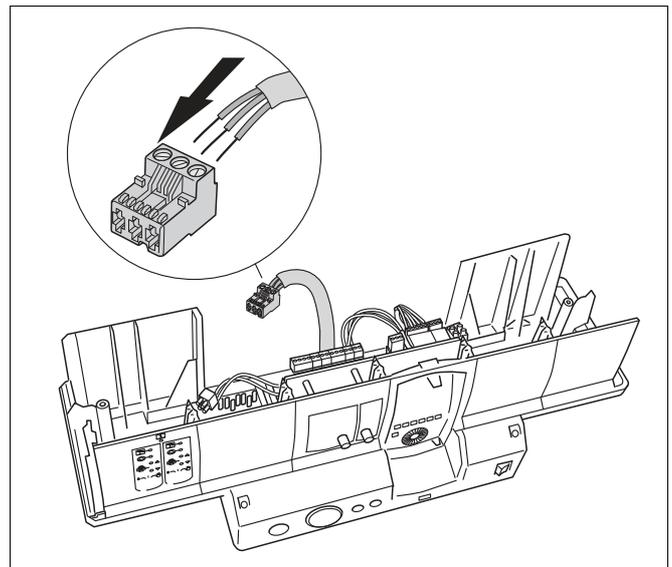

Рис. 6 Прокладка провода
- Зачистите изоляцию с жил провода и присоедините к соответствующим клеммам (→ рис. 6).